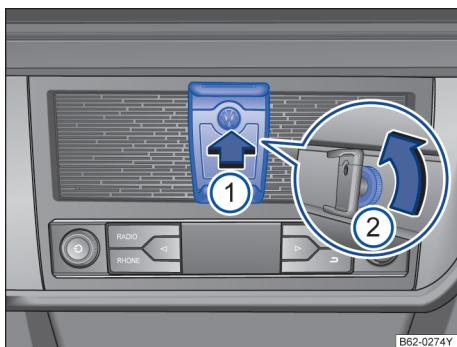

图 118 拆卸和安装手机支架
拆卸手机支架：握紧手机支架后的圆盘状旋钮，逆时针旋转→图 118②。
安装手机支架：将手机支架后部的固定销插入中控台上的 VW 圆形底座内，直至听到锁止声→图 118①。